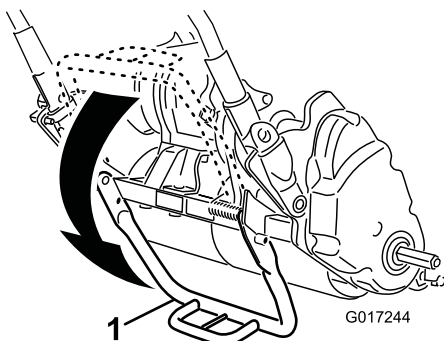

Figure 17
- Abaissez la béquille avec le pied et tirez sur le support du guidon jusqu'à ce que la béquille bascule en avant (Figure 17).